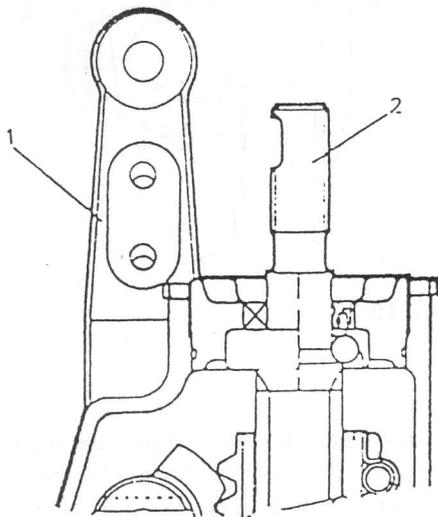

Fig. 18-19
- (b) Posicione la bleleta de mando paralelamente al eje del sinfín como se observa en la Fig. 18-19.